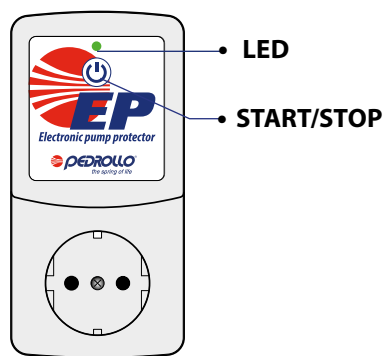

Fig. 1
- Far funzionare l'elettropompa con il punto di erogazione aperto (**Fig.1**).